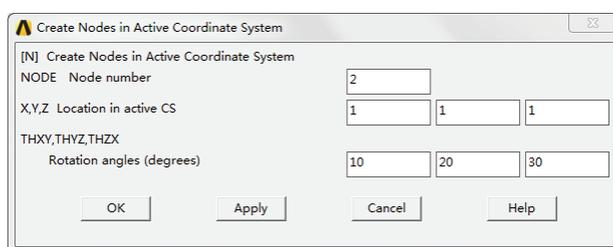

图 5-66 在当前激活坐标系下创建节点对话框
2) 【In Active CS】：根据节点号及其在当前激活坐标系中坐标值 (X,Y,Z) 创建节点。单击该子菜单，弹出如图 5-66 所示的对话框。